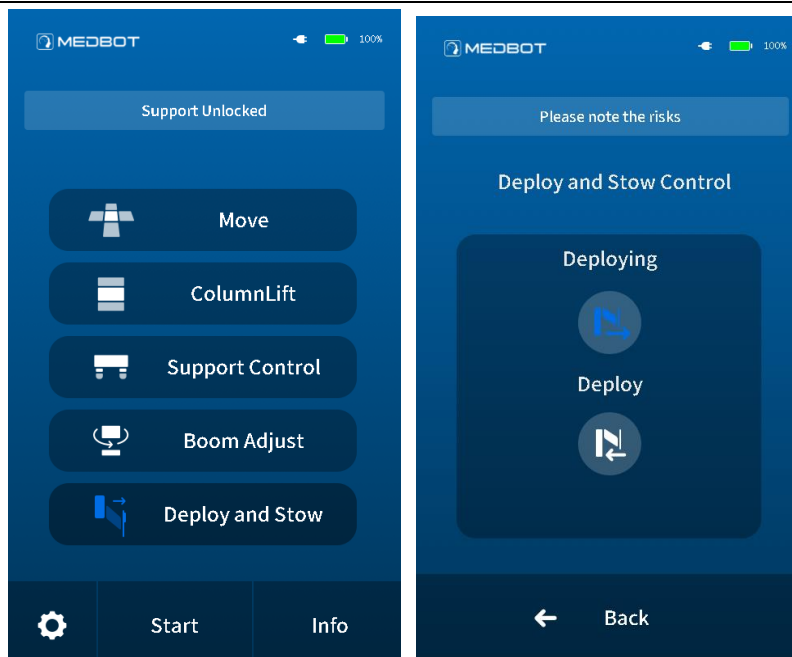

Рисунок 9.7. Переход от основного интерфейса сенсорного экрана к интерфейсу раскрытия/укладки с помощью одной кнопки
- f) Как показано на рис. 9.7, нажатие кнопки Deploy and Stow (Развернуть и уложить) на главном интерфейсе платформы пациента приводит к появлению интерфейса управления Deploy and Stow: перед операцией нажатие кнопки Deploy (Развернуть) приводит к разворачиванию регулировочных и инструментальных манипуляторов, чтобы облегчить самоосмотр и установку стерильных дренажей; после операции нажатие кнопки Stow (Уложить) приводит к укладыванию регулировочных и инструментальных манипуляторов, чтобы облегчить послеоперационное расположение. В процессе раскладывания и укладки будет отображаться подсказка «развертывание» или «укладка». После завершения раскладывания и укладки будет отображаться подсказка «развернуто» или «уложено».